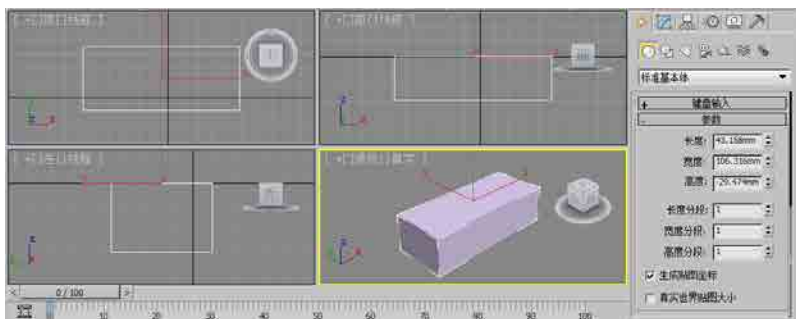

图3-4
- 04 单击鼠标，完成长方体的创建，其创建效果与参数面板如图3-4所示。